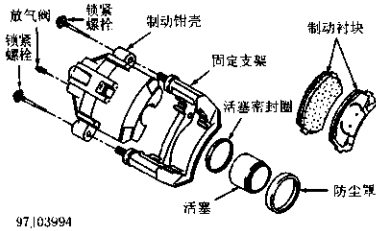
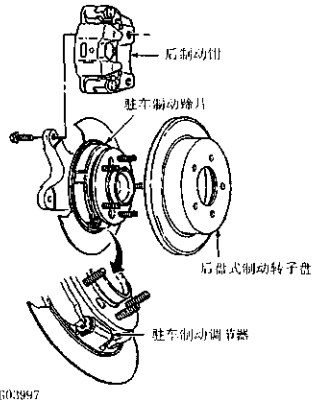

图4-1 单活塞制动钳总成解体图 (Century 和 Regal)
图4-2 后盘式制动器驻车制动蹄片识别(Century和Regal)
4) 卸下制动钳螺栓和衬套(图 4-1)。卸下制动钳。如果制动软管仍然连接在制动钳上,将制动钳用钢丝挂在一边,以保护制动软管不受破坏。从制动钳上卸下衬块。
卸下制动钳，参见1款。从制动钳上卸下外侧衬块，用旋具分开衬块紧固扣（图4-1或图4-2）。卸下内侧衬块。
1) 用工业酒精清洁制动钳活塞保护罩的外表面（图4-1）。用一个C形卡箍慢慢地将活塞压入缸孔，仔细地操作，不要使活塞向一边倾斜或破坏活塞保护罩，参见1款。用小的塑料或木制工具，顶起紧靠活塞的保护罩内缘，并压出任何滞留的空气。重新放置保护罩，使其平整地定位在正确的位置上。
3) 如果需要彻底卸下制动钳，则从制动钳上的驻车制动杠杆上断开驻车制动拉索（如果装备有）（图4-2）。卸下拉索支撑支架。卸下制动钳螺栓和并转动制动钳壳体总成，使其离开转子盘，并从销套筒上抽出。如果没有断开驻车制动拉索或制动软管就开始拆卸制动钳，则用挂钩将制动钳挂在一边。
1) 如果有缺口、磨损或损坏，更换制动钳螺栓保护罩（图4-2）。向后拉保护罩，以检查套筒。更换制动钳螺栓和销、保护罩和套筒。如果螺栓、销或套筒被锈蚀，更换必要的零部件。不要通过打磨来消除锈蚀。
2个衬块固紧卡箍(图4-2)。
3) 用工业酒精清洗所有零部件。用压缩空气吹干。吹干制动钳和放气阀内的通道。检查制动钳缸孔和活塞是否有划痕、缺口、裂纹、被腐蚀和磨损。如果必要，进行更换。不要用磨孔器磨制制动钳缸孔。检查密封圈凹槽是否有缺口或毛刺，如果有，更换制动钳外壳 (图 4-2)。